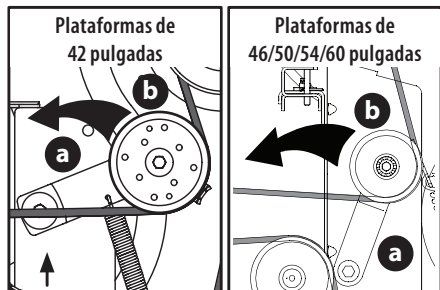

Fig. 41
- Usando la manija de elevación de la plataforma, o el pedal y la perilla de elevación de la plataforma, o el pedal y el pasador de elevación de la plataforma, levante la plataforma a la posición que le ofrece mayor recorrido horizontal de la correa entre las poleas locas de la plataforma y la polea de la PTO en la base del motor (Fig. 41).
- Desde la parte media del tractor, haga girar el soporte de polea loca (a) y la polea loca móvil (b) hacia atrás, justo lo suficiente para levantar la correa, por encima de la polea del husillo (Fig. 41).